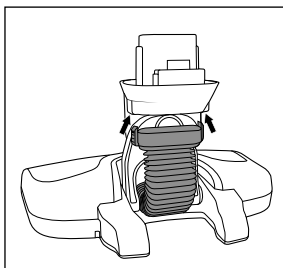

Abb. 18
- ◆ Schieben Sie das Schlauchstück über die Aufnahme, so dass die Entriegelungstasten **13** einrasten (siehe Abb. 18).